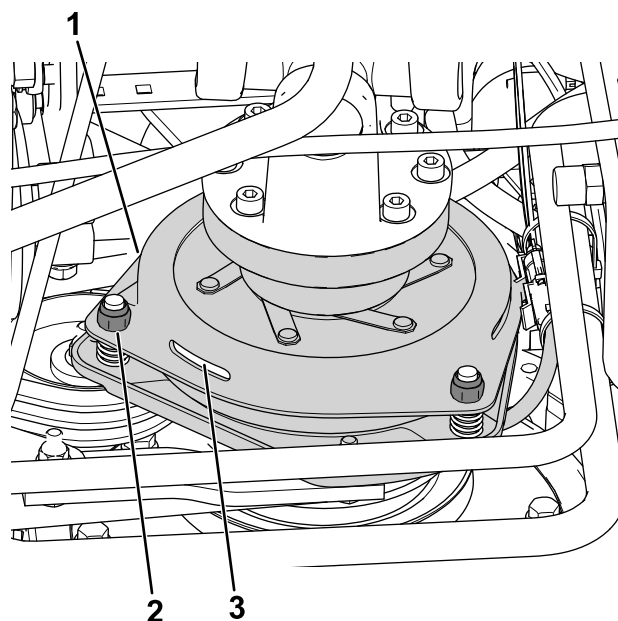

Рисунок 77
3. Отрегулируйте зазор так, чтобы толщиномер на 0,3 мм мог проходить между накладкой муфты и фрикционной пластиной с легким усилием (Рисунок 77).
Примечание: Этот зазор можно уменьшить, поворачивая регулировочные гайки по часовой стрелке (Рисунок 77). Максимальный рабочий зазор составляет 0,6 мм. Отрегулируйте все 3 воздушных зазора так, чтобы они составляли 0,4 мм.